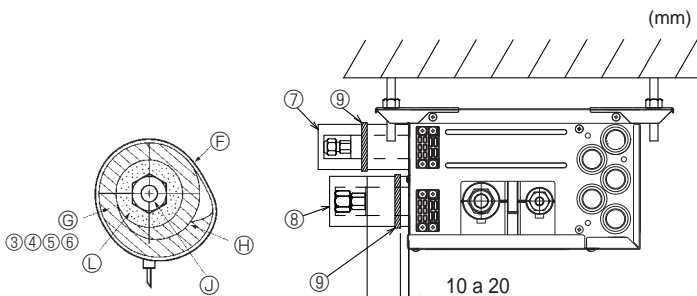
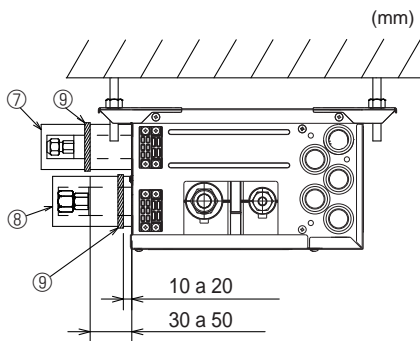

Fig. 7-3
Fig. 7-4
- (1) Retire las tuercas abocardadas y las tapas de la caja de derivación.
- (2) Proceda a abocardar los extremos de la tuberías de líquido y de gas y aplique aceite de refrigeración (adquirido localmente) a la superficie abocardada. No aplique aceite en la parte roscada.
- (3) Conecte inmediatamente los tubos de refrigerante. Apriete siempre las tuercas abocardadas según la torsión que se indique en la tabla 2; para ello, utilice una llave dinamométrica y llave doble.
- (4) Presione las cubiertas de los tubos ③ y ⑤ de la tubería de líquido contra la unidad y envuélvala para que se fije. (Fig. 7-3)
- (5) Presione las cubiertas de los tubos ④ y ⑥ de la tubería de gas contra la unidad y envuélvala para que se fije. (Fig. 7-3)
- (6) Aplique las cintas suministradas ⑨ en una posición de 10 - 20 mm de cada extremo de las cubiertas de los tubos (③ ④ ⑤ ⑥).
- (7) Si la unidad interior no está conectada, ajuste las cubiertas de los tubos que se suministran (con las tapas ⑦ y ⑧) en las conexiones de los tubos de refrigerante de la caja de derivación contra la unidad para evitar el goteo de condensación de los tubos. (Fig. 7-4)
- (8) Fije las cubiertas de los tubos (⑦ ⑧) con las cintas ⑨ suministradas.
- ⓕ Cinta ⑨
- ⓖ Cubiertas de los tubos ③ ④ ⑤ ⑥
► Utilice los siguientes procedimientos para la parte de conexión interior cuando la unidad interior no está conectada. (Fig. 7-4)
- (1) Para evitar fugas de refrigerante, asegúrese de que las tuercas abocardadas están apretadas según los pares* especificados en la tabla 3.
- (2) Para evitar la condensación, instale las cubiertas de las tuberías ⑦ ⑧ contra la unidad y apriételas con las cintas suministradas ⑨.